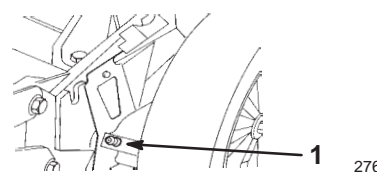

Figure 30
1. A l'aide d'un chiffon propre, essuyez les graisseurs des leviers de réglage de hauteur des roues arrière (Fig. 30).